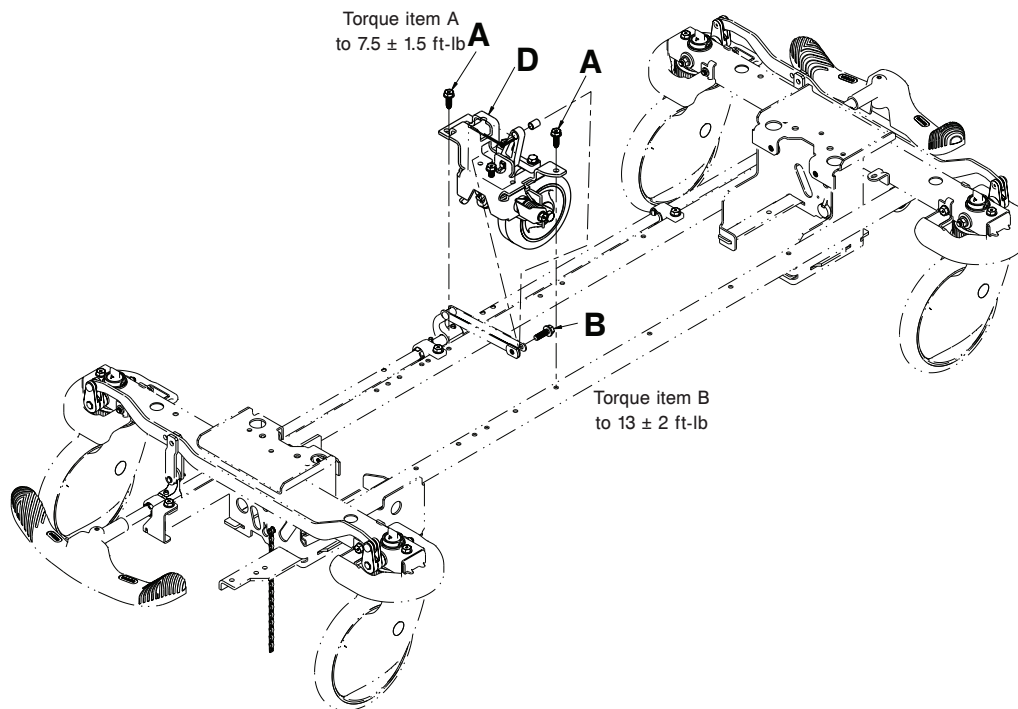

Figure 8 – Remplacer l'ensemble de la cinquième roue
4. À l'aide d'une douille de 1/2 po avec une clé à cliquet de 3/8 po, retirer la vis à tête hexagonale à embase (B) qui fixe le maillon d'entraînement de la cinquième roue à came à la came (Figure 8).